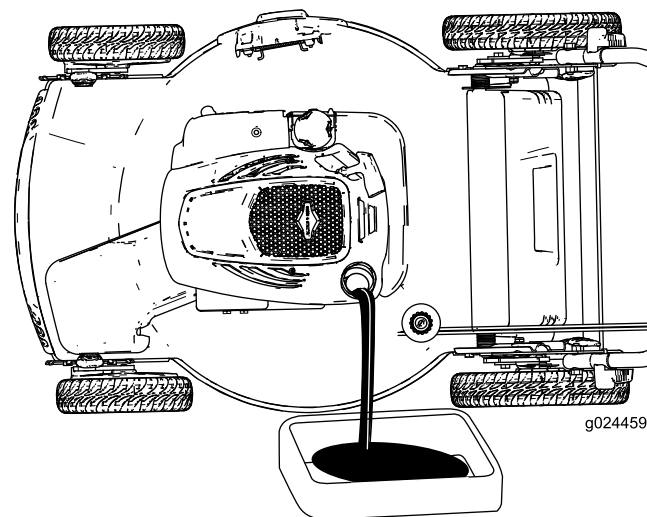
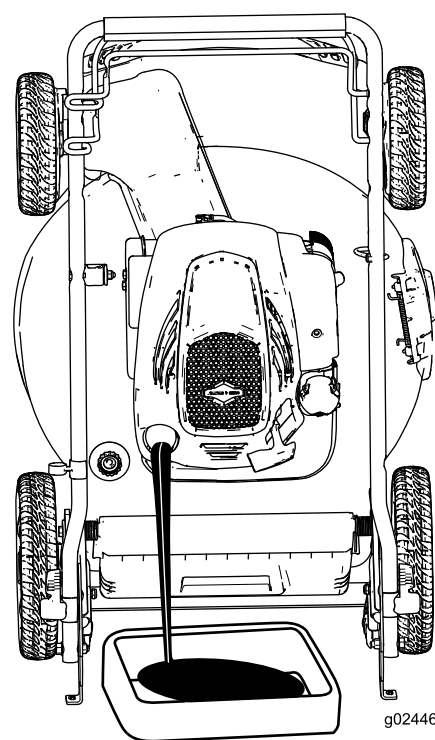

Figure 23
Figure 24
4. Basculez la machine sur le côté, la jauge en bas (Figure 23), ou placez-la en position verticale (Figure 24 ; voir Rangement de la machine à la verticale (page 11)) pour vidanger l'eau par le tube de remplissage d'huile.